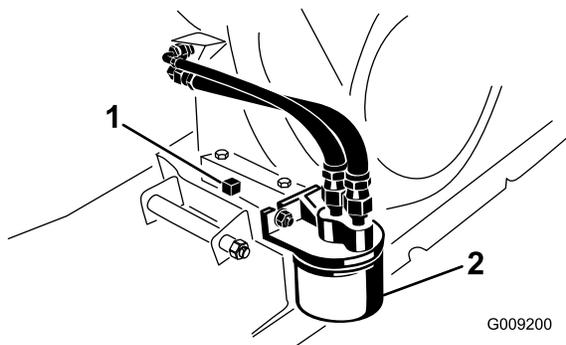

Figura 43
- Alinhe um recipiente de escoamento com uma capacidade de 1,8 l com o tampão de escoamento (Figura 43).
6. Retire o tampão de escoamento e o vedante (Figura 43).
2. Retire o filtro do óleo existente (Figura 43).
4. Enrosque o novo filtro no adaptador do filtro até que a junta entre em contacto com a placa de montagem; em seguida, aperte o filtro mais 1/2 a 3/4 de volta (Figura 43).